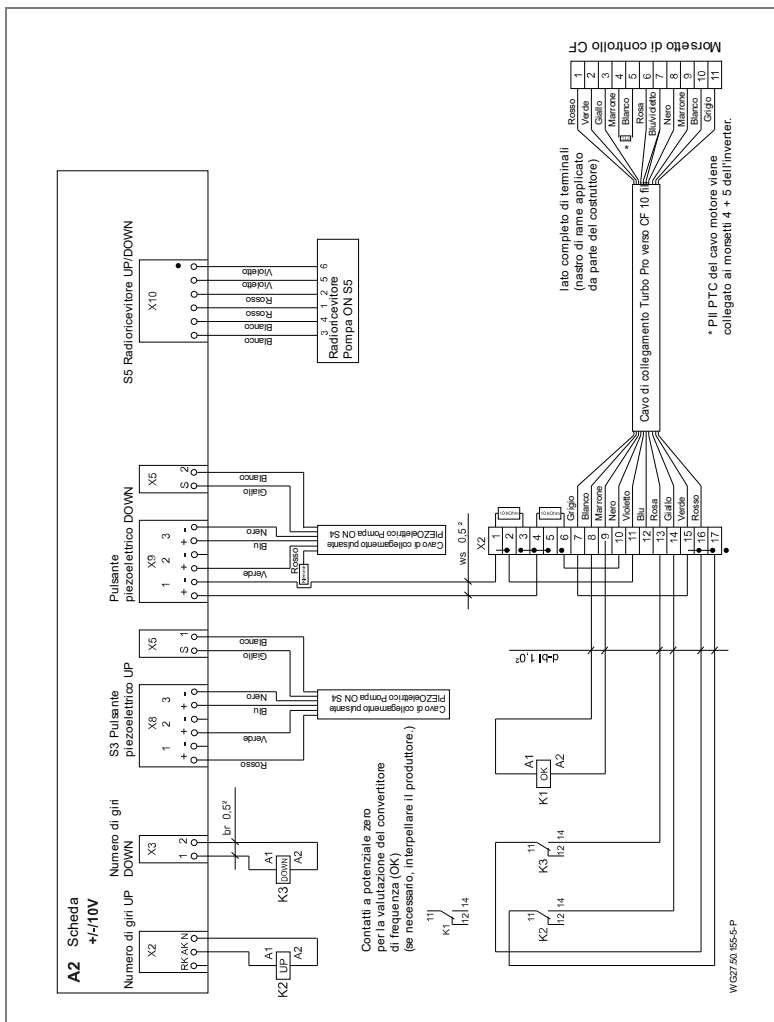

Fig. 18
14. Cablare i fili per il PTC (marrone/bianco) in base allo schema elettrico. Vedere "Fig. 18" a pagina 36.